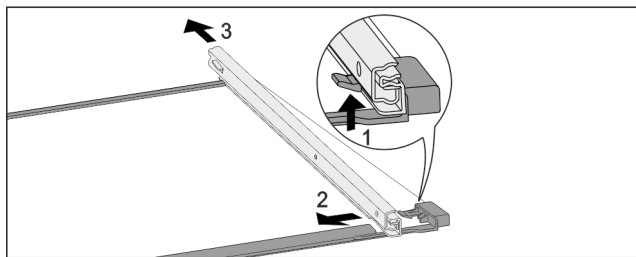

Fig. 150 Skleněná deska s kolejničkami
- ▶ Přední aretační háček zatlačte nahoru. Fig. 150 (1)
- ▶ Výsuvnou kolejničku vysuňte stranou Fig. 150 (2) a dozadu Fig. 150 (3).